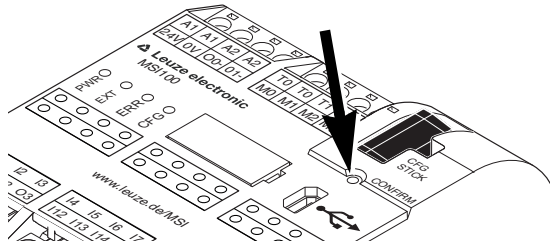

Bild 6-6 Bestätigen der Konfiguration mit dem „Confirm“-Taster
- Bestätigen Sie die neue Konfiguration durch Drücken des „Confirm“-Tasters mit Hilfe eines Stiftes (siehe Bild 6-6).